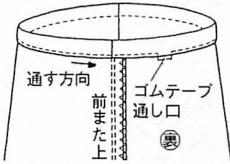

図2
[答え②] ぬいしろが2枚一緒にロックミシンやジグザグミシンで始末されている場合は、どちらの手でゴムや紐を通すかで異なる（図2・3）。